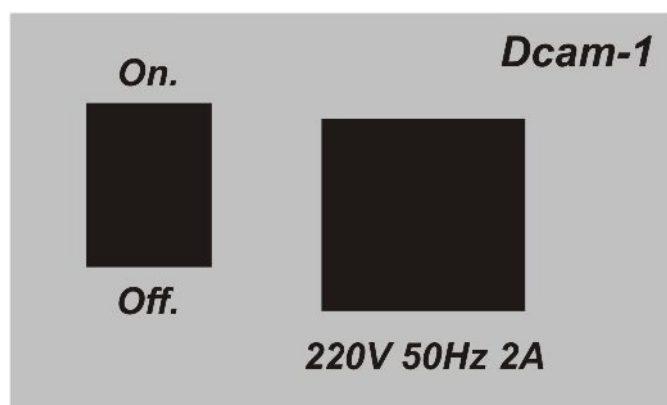

рис.3
1.5.6. Для включения видеокамеры поставьте выключатель 220В в верхнее положение “I” (см. рис. 3). В рабочем состоянии на панели с выключателем должен гореть светодиодный индикатор.